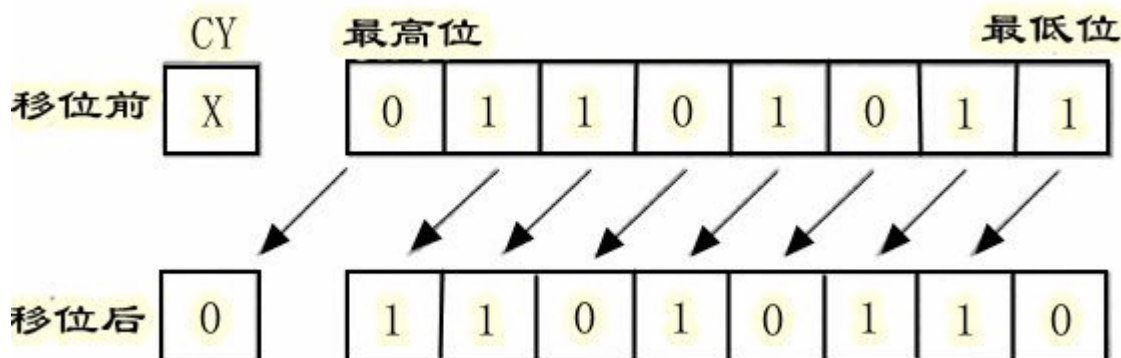

图 2-34 左移示意图
(1)左移。C51 中操作符为“<<”，每执行一次左移指令，被操作的数将最高位移入单片机 PSW 寄存器的 CY 位，CY 位中原来的数丢弃，最低位补 0，其他位依次向左移动一位，如下图 2-34 所示：